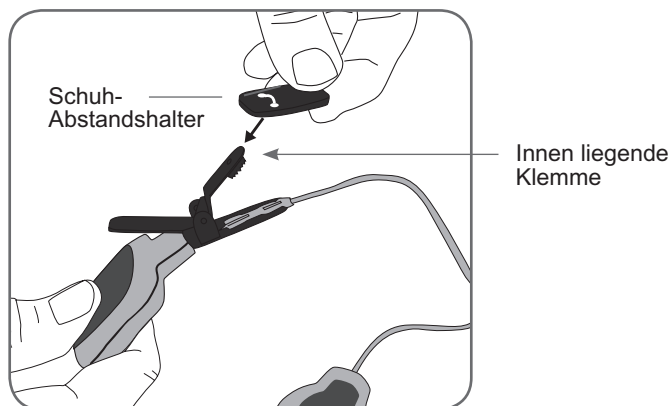

Abbildung 7-9: Befestigung des Schuh-Abstandshalters
1. Bedecken Sie die innen liegende Klemme des Intelli-Sense Gait Sensor™ mit dem Schuh-Abstandshalter (siehe Abbildung 7-9).